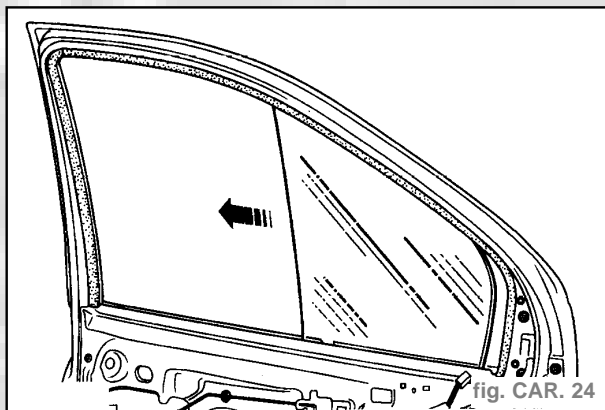

fig. CAR. 24
- Dégager la vitre de l'encadrement de porte avant en la tirant vers l'arrière de la porte (fig. CAR. 24).